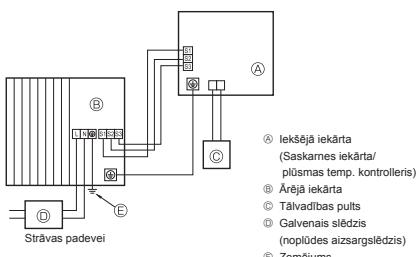
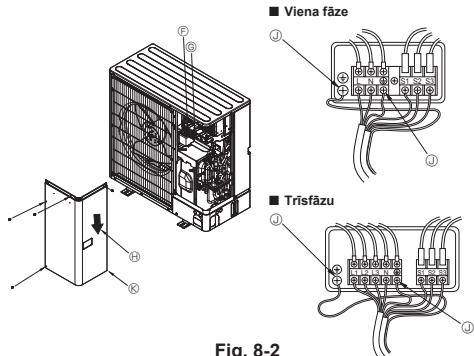

Fig. 8-1
Fig. 8-2
### 8.1. Ārējā iekārta (Fig. 8-1, Fig. 8-2)
① Nogremiet apkopes paneli.
② Pievienojet un izvietojiet kabeļus saskaņā ar Fig. 8-1 un Fig. 8-2.